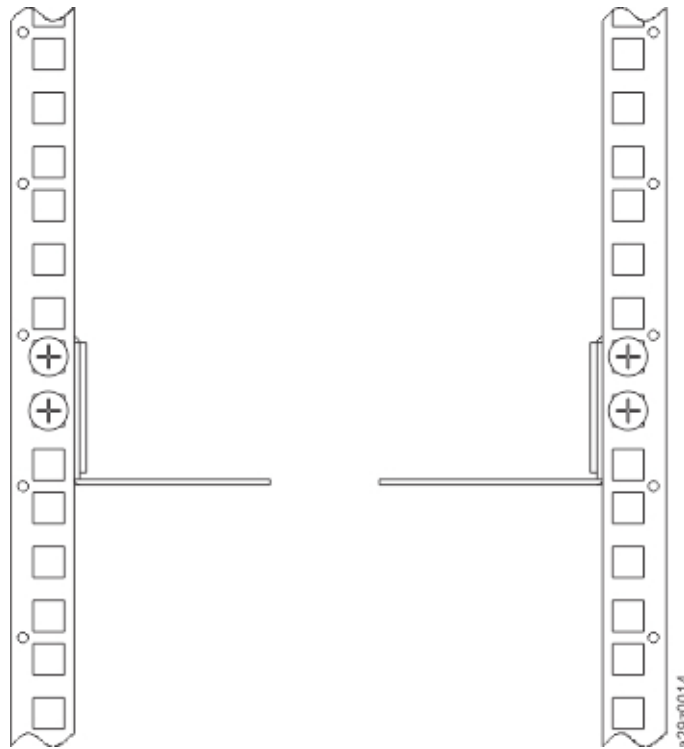
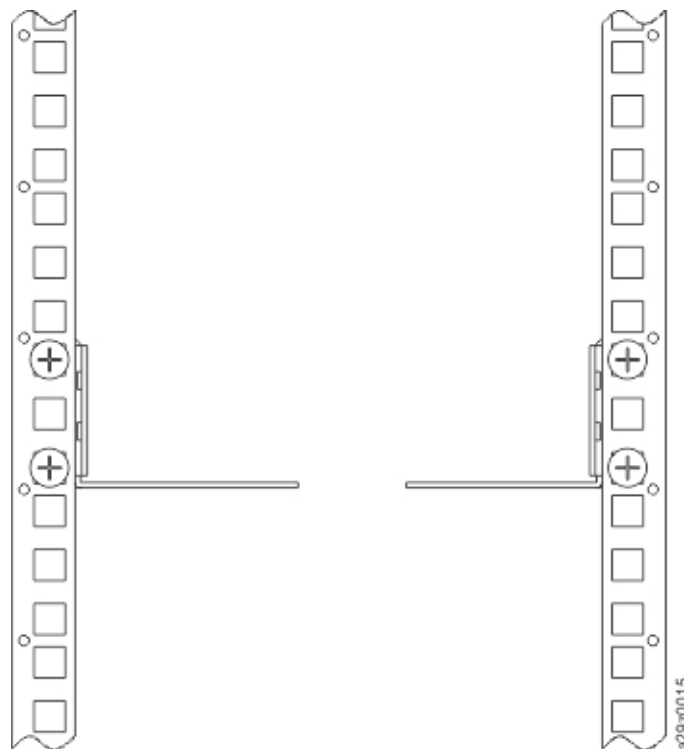
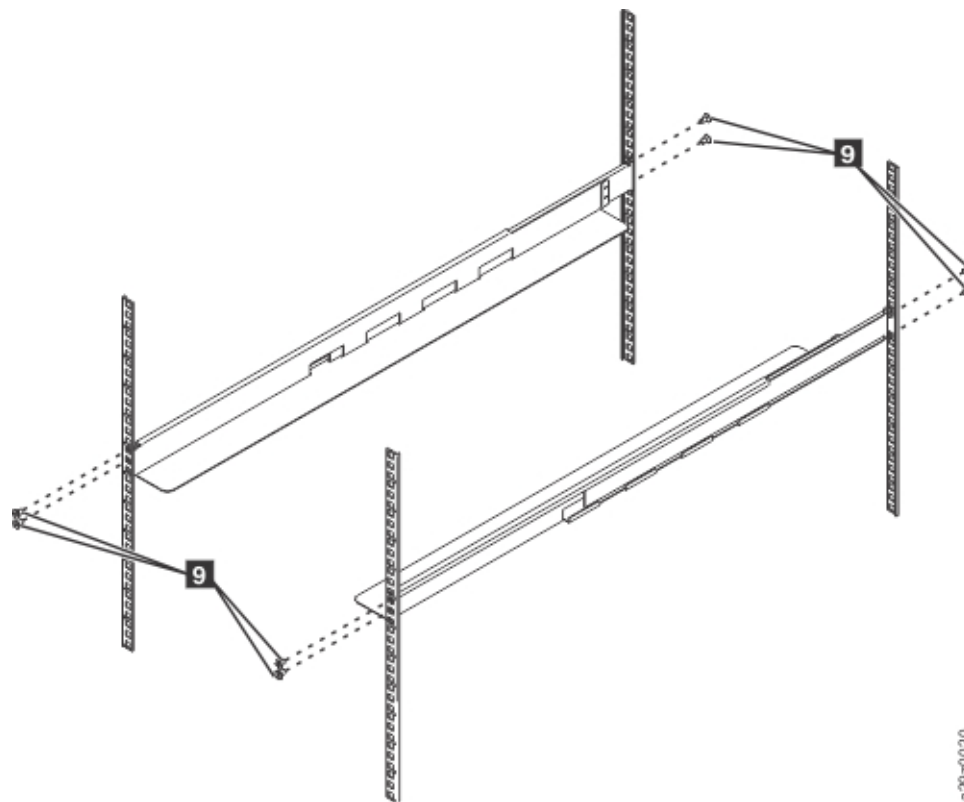

Figure 8. Emplacement des vis de montage en armoire pour les rails verticaux avant
Figure 9. Emplacement des vis de montage en armoire pour les rails verticaux arrière
Figure 14. Installation des guides
2. Déterminez l'emplacement où vous voulez installer la bandothèque dans l'armoire. Avec un crayon, marquez l'emplacement sur les glissières verticales avant (Figure 8, à la page 24) et arrière (Figure 9, à la page 24) de l'armoire.
7. Installez les jeux de glissières dans l'armoire (Figure 14, à la page 27). Vérifiez que les 3 trous situés à l'avant de l'unité sont alignés avec l'espace 1U marqué sur les glissières verticales de l'étape 2. Fixez les glissières à l'armoire avec 4 vis à tête plate **9** de chaque côté de l'armoire. Utilisez les deux emplacements de vis situés à l'arrière de la glissière de l'armoire (Figure 9, à la page 24). Utilisez les emplacements de vis situés en haut et au milieu à l'avant de la glissière de l'armoire (Figure 8, à la page 24).